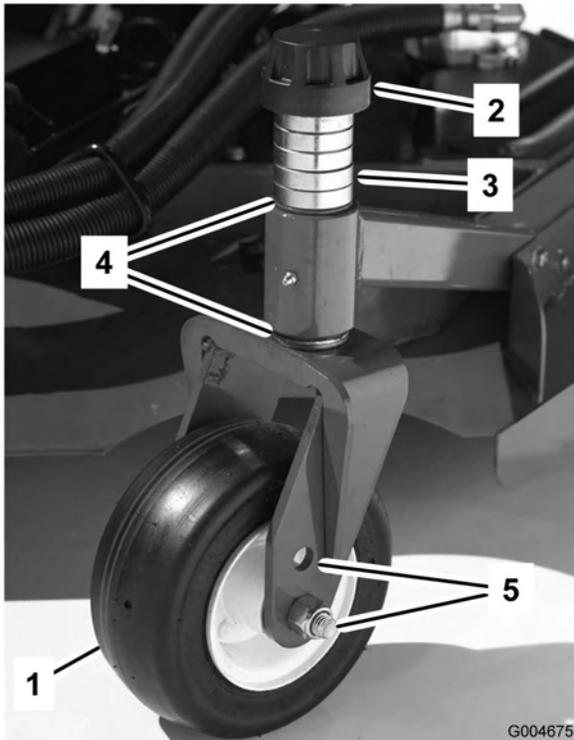
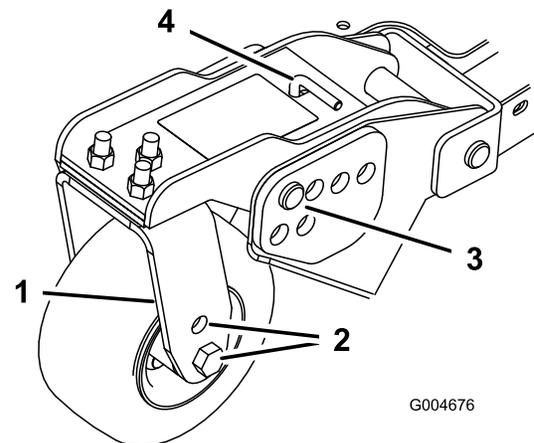
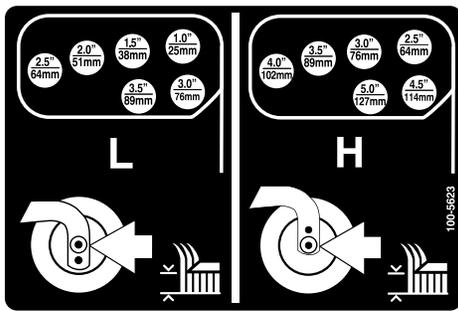

Figura 18
Figura 20
Figura 21
1. Coloque los ejes de las ruedas giratorias en el mismo taladro en todas las horquillas (Figura 18 y Figura 20). Consulte en la tabla siguiente el taladro correcto para cada altura.
2. Retire el casquillo tensor del eje (Figura 18) y deslice el eje fuera del brazo de la rueda giratoria. Coloque los dos suplementos (3 mm) en el eje de la misma forma que en la instalación original. Estos suplementos son necesarios para obtener el mismo nivel en toda la anchura de las unidades de corte. Coloque el número adecuado de espaciadores de 13 mm (consulte la tabla siguiente) en el eje para conseguir la altura de corte deseada, luego coloque la arandela en el eje.
4. Retire el pasador de horquilla y las chavetas de los brazos de pivote de las ruedas giratorias (Figura 20).
5. Gire la varilla tensora para elevar o bajar el brazo de pivote hasta que los taladros estén alineados con los taladros seleccionados del soporte de ajuste de la altura de corte en el bastidor de la unidad de corte (Figura 20 y Figura 21).